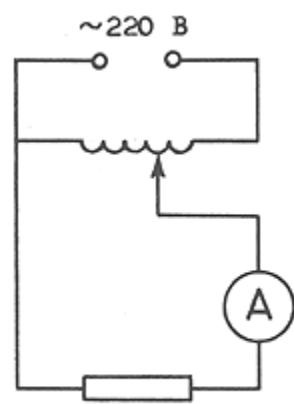

Рис.1
Для нахождения температурной зависимости электросопротивления полупроводников, образец германия с нанесенными на нем контактами помещается в стеклянную трубку. Сопротивление образца измеряется с помощью вольтметра *B7-27*, который, кроме напряжений, позволяет измерять электросопротивление образцов. Стеклянная трубка с образцом вставляется в электронагревательную печь (на рис.1 дана схема питания электропечи).
5. Соберите цепь электропечи согласно рис. 1 (Установите стрелку *ЛАТР-а* на нулевую отметку).